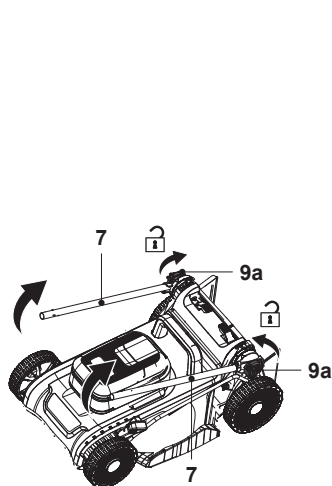

Fig. 1
2. Desaperte o botão de bloqueio (9a) para a esquerda, sem o remover, e, em seguida, desdobre o guiador inferior (7) (Fig. 1, passos 1, 2)